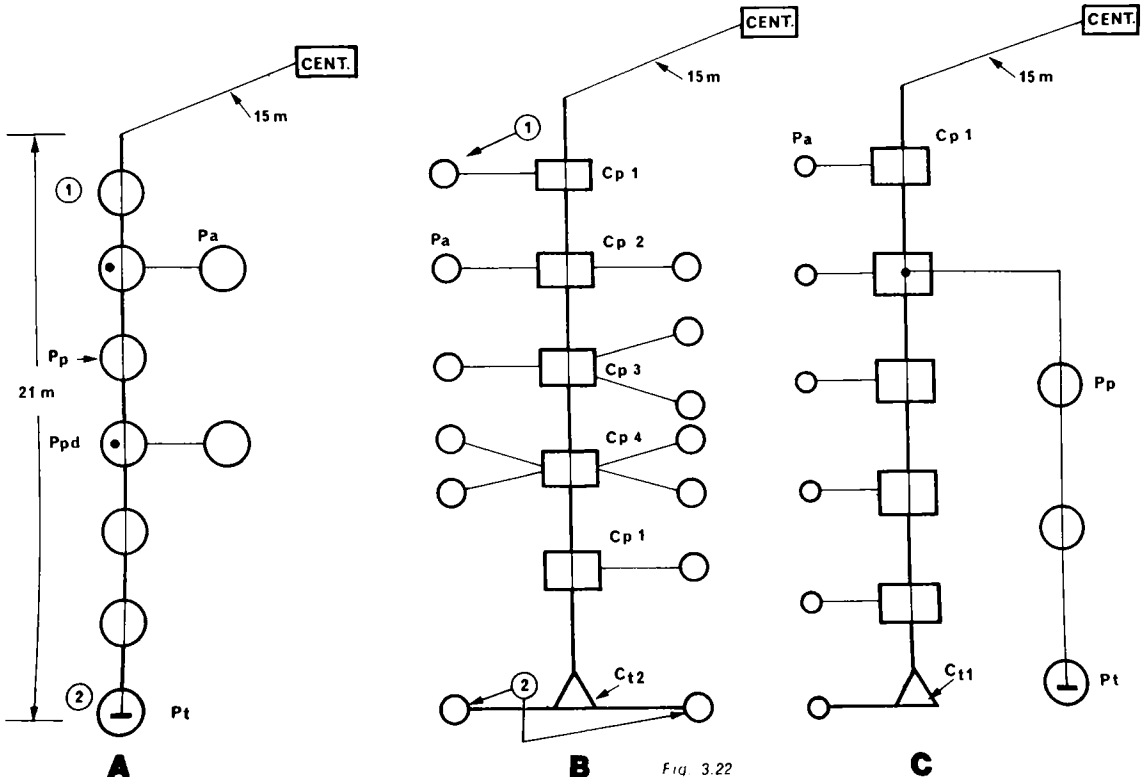

Fig. 3.22
*Colonna A* di fig. 3.22. Distribuzione a « catena »
*Colonna B* di fig. 3.22. (distribuzione a « nodi »)